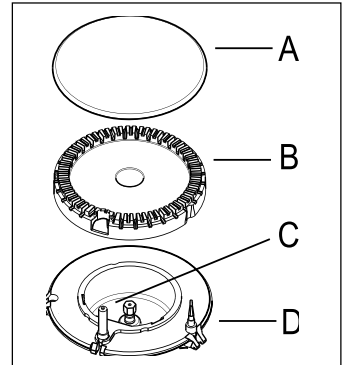

Рис. 1
- После появления пламени подержите ручку нажатой около **5 секунд**. Это даст термопаре (рис. 1 - поз. D) нагреться и отключить предохранительное устройство, в противном случае подача газа будет прервана. Затем убедитесь в стабильности пламени и отрегулируйте его на нужный уровень.
Если после нескольких попыток разжечь горелку не удастся, проверьте крышку горелки (рис. 1, поз. A) и рассекатель (рис. 1, поз. B) находяться в правильном положении.
Электрический розжиг выполняется с помощью керамического и металлического электродов (рис. 1, поз. С). Содержите эти детали в чистоте для предотвращения трудностей с розжигом, а также проверяйте, чтобы отверстия в рассекателе пламени горелки не были засорены.